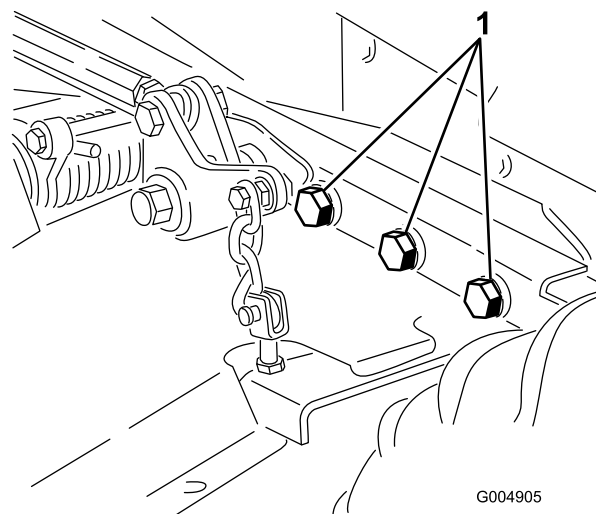

図 81
4. ボルトナット類にゆるみながいか点検し、必要な締め付けを行う。ボルトナット類にゆるみながいか点検し、必要な締め付けを行う。特に、芝刈りデッキのフレームをトラクションユニットに固定している6本のボルト(図 81)は265 ft-lb (359 N·m=36.6 kg.m) にトルク締めする。